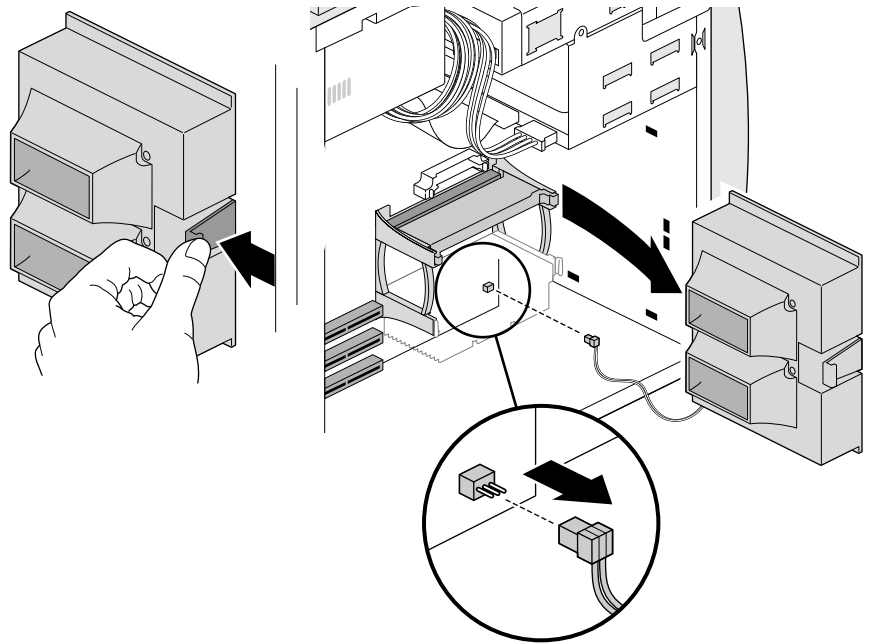

Figure 7-8 Retrait du ventilateur
4. Retirez le ventilateur, comme indiqué à la Figure 7-8.